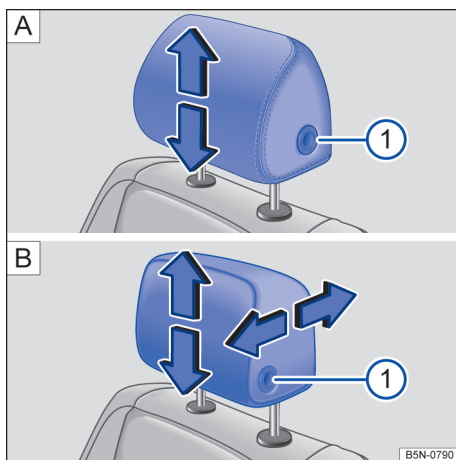
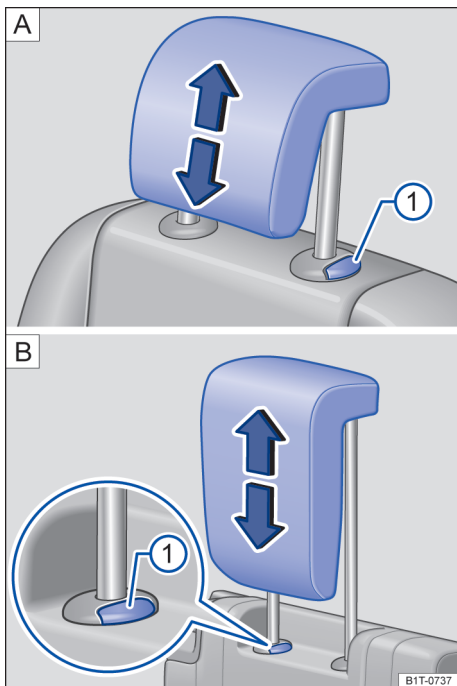

Fig. 90 Ajustar o apoio para cabeça dianteiro: **A** sem possibilidade de ajuste na direção longitudinal, **B** com possibilidade de ajuste na direção longitudinal.
Fig. 91 Ajustar o apoio para cabeça atrás: A) segunda fileira de assentos, B) terceira fileira de assentos.
- Deslocar o apoio para cabeça no sentido da seta, para cima ou para baixo e, se for o caso, com o botão → Fig. 90 ① ou → Fig. 91 ① pressionado → ⚠️ em *Introdução ao tema* na página 111.
- Empurrar o apoio para cabeça para frente na direção da seta ou para trás com o botão → Fig. 90 B ① pressionado.